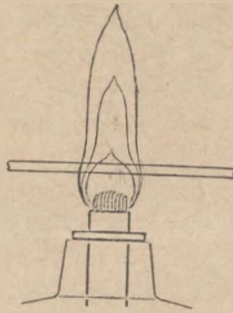

Рис. 140. Внесение лучинки в пламя спиртовой лампы.
*Задача 24.* Внесите в пламя лучинку, держа ее горизонтально над самой светильной (рис. 140). Как только лучинка начнет темнеть — быстро выньте ее, не давая ей загореться.
Перерисуйте рисунок 140 в свою тетрадь (161) и зачерните те места на изображенной лучинке, которые у вас почернели. Повторите опыт несколько раз, беря свежую лучинку и держа ее каждый раз немного выше. Изобразите эти лучинки на вашем рисунке и зачерните те части, которые обугливались.